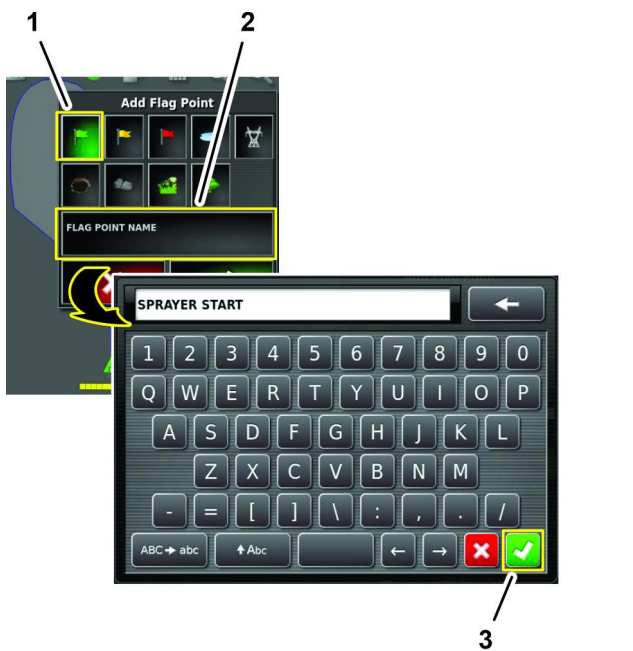

Рисунок 81
4. В диалоговом окне «Добавить точку с флагом» нажмите на значок точки с флагом и затем нажмите на значок «НАЗВАНИЕ ТОЧКИ С ФЛАЖКОМ» (Рисунок 81).
5. Используя клавиатуру на экране, наберите название специальной точки с флажком, и нажмите на значок подтверждения (Рисунок 81).